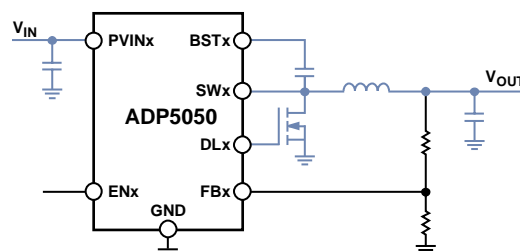

図 64. 代表的な回路において、高電流が流れるパターンを青色で示す
- 高電流ループ・パターンは、出来るだけ短くて太くなるようにして下さい。図 64 に高電流が流れる経路を示します。